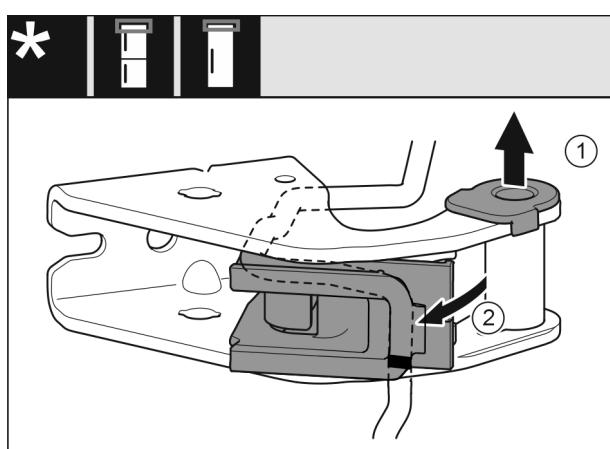

Fig. 26
- Izvelciet gultņa ieliktni no vadotnes. Fig. 26 (1)
- Atviriet kabeļa stiprinājumu. Fig. 26 (2)